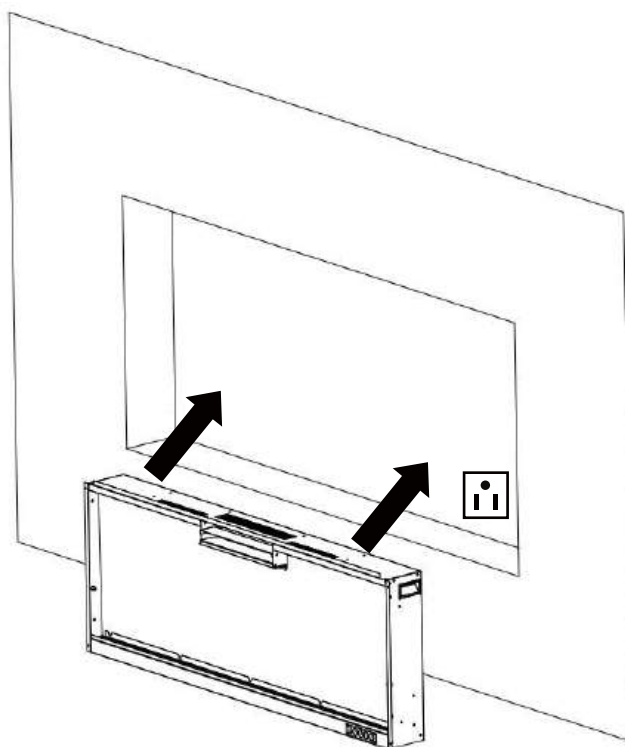
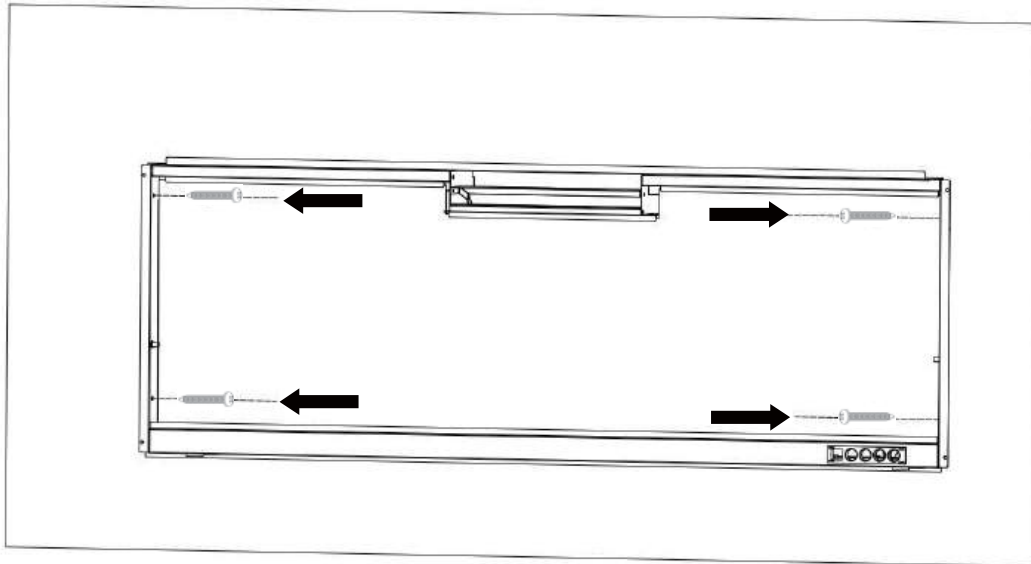

Fig. 2-3
Fig. 2-4
E. Laat twee volwassen mensen de haard optillen en in het inbouwframe plaatsen, en zet hem vervolgens vast door **4** houtschroeven (**B**) door de gaten te steken (**Fig. 2-3, Fig 2-4**).